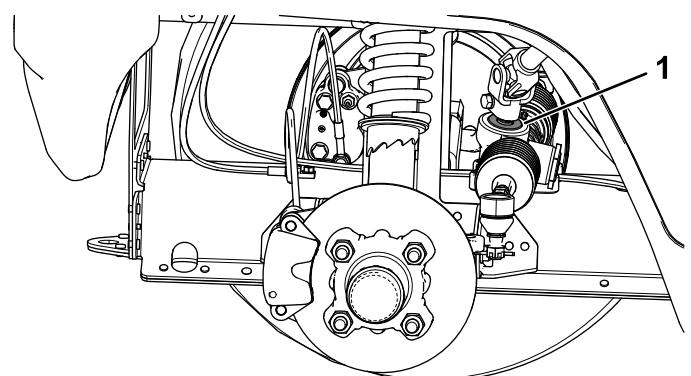

Figura 118
**Importante:** Inspeccione la condición y la integridad del retén del eje del piñón (Figura 118).